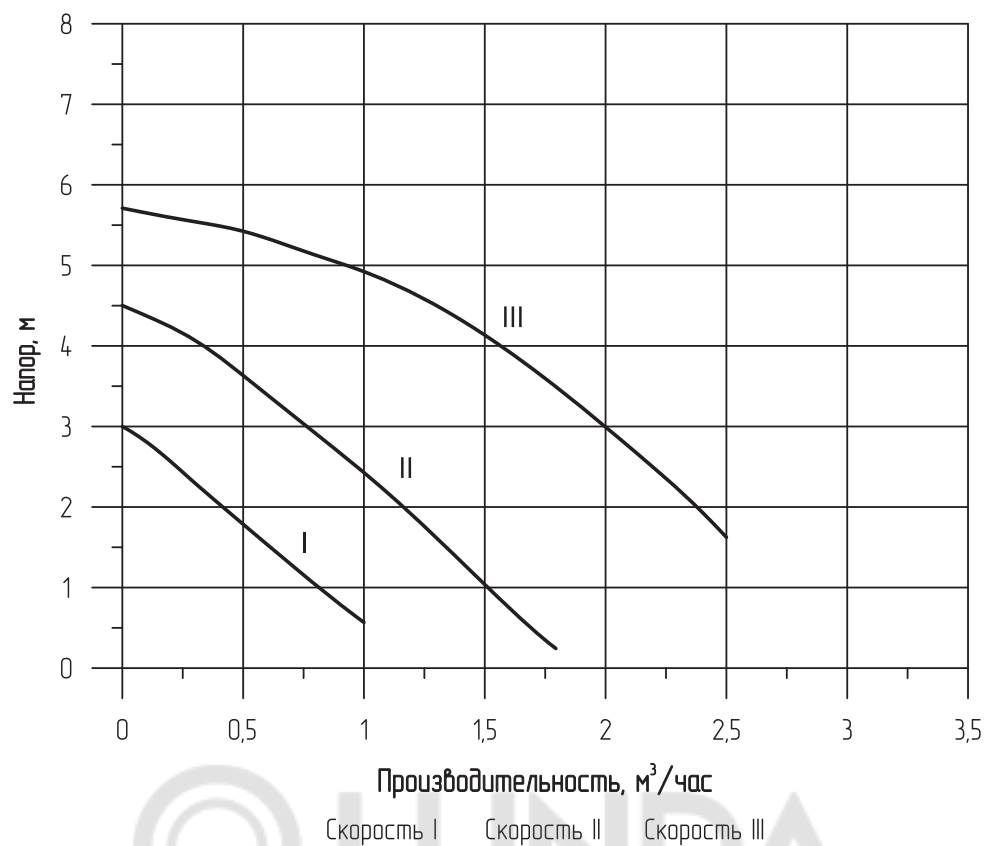

Рис. 1 Остаточный напор для циркуляционного насоса 15-60S
** График остаточного напора для циркуляционного насоса показан на Рис. 1.